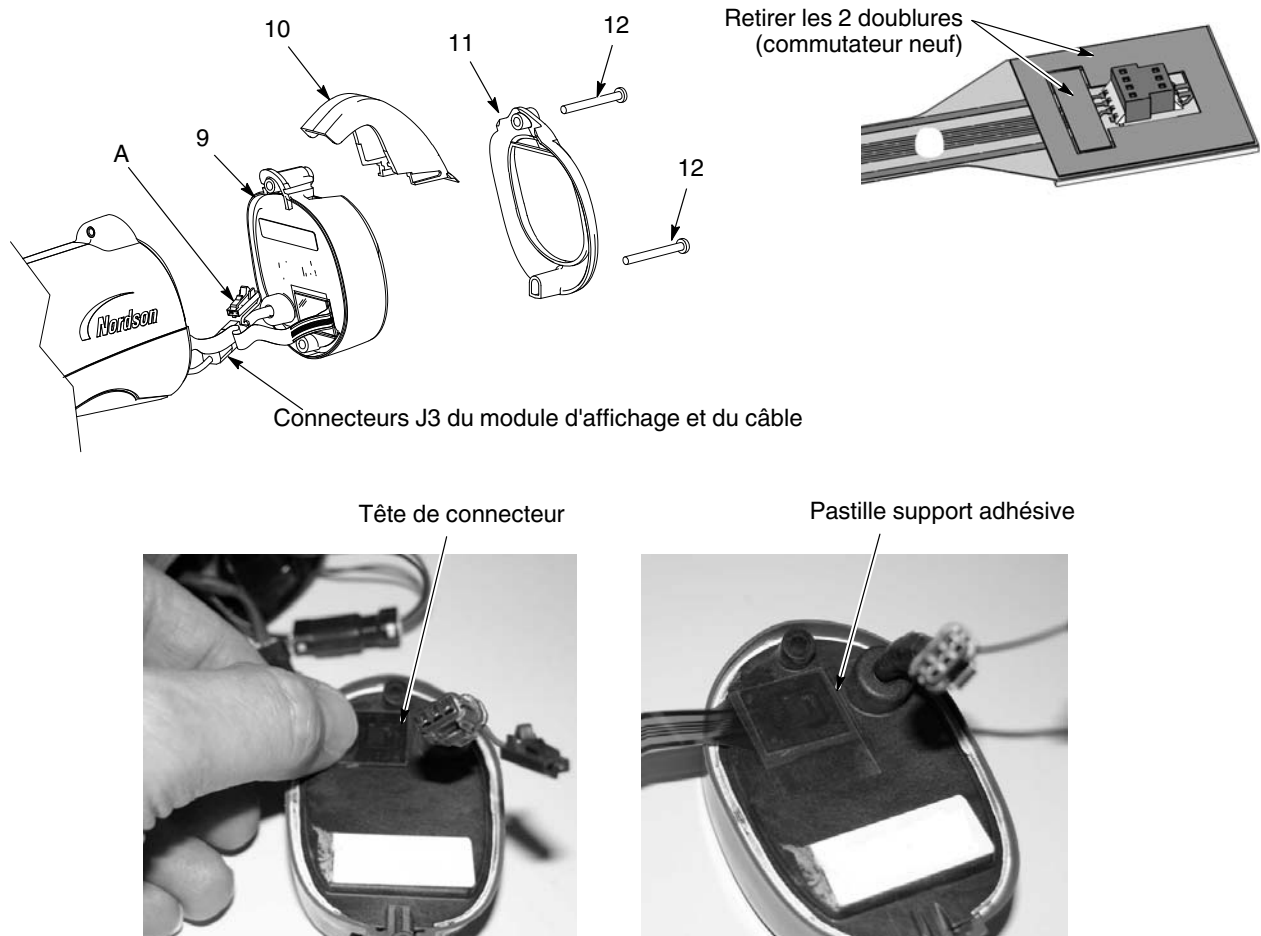

Figure 6-2 Remplacement du module d'affichage
1. Sur le module d'affichage (9), nettoyer prudemment la surface de montage de la tête du commutateur de la gâchette ainsi que la surface environnante avec de l'alcool isopropylique. Laisser la surface sécher complètement avant de continuer.
2. Lors de l'installation d'un nouveau commutateur de gâchette, retirer les deux doublures du côté connecteur de la tête du commutateur de gâchette comme illustré dans la figure 6-2.
5. Raccorder ensemble les connecteurs J3 du module d'affichage et du câble. Le connecteur du fil de terre (A) n'est pas utilisé dans cette version du pistolet.
7. Glisser le crochet (10) sur le module d'affichage, puis monter le cadre (11).
8. Monter et serrer les vis (12).
4. Voir la figure 6-2. Monter le module d'affichage en suivant la procédure décrite dans la partie *Pose du module d'affichage* à la page 6-2.
5. Monter le bloc électrode (3) dans l'extrémité du tube de sortie à l'avant du corps du pistolet. Vérifier que l'électrode filaire n'est pas pliée ou cassée.
6. Monter la buse (2) sur le bloc électrode en veillant à ce que les tenons dans l'électrode glissent dans les fentes de la buse.
7. Monter l'écrou de la buse (1) sur cette dernière et le visser.